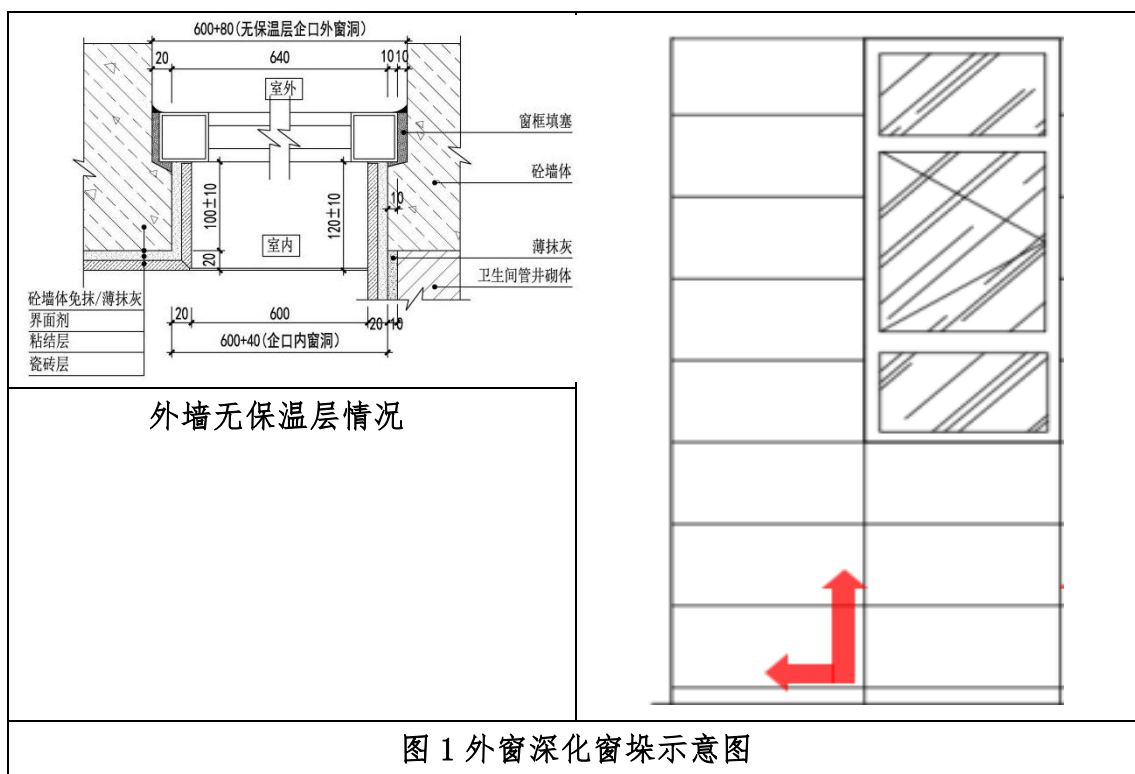

图 1 外窗深化窗垛示意图
##### 1. A1 室内木门垛深化（附图 1、2）
2. A2 外窗窗垛深化（附图 1）